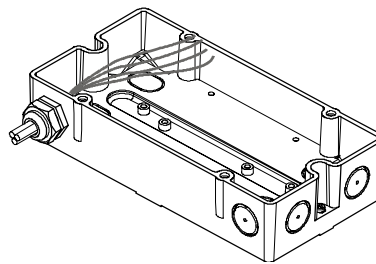

Fig. 4
4. Secure the M20 x 1.5 cable glands on the housing and guide in the cables (Fig. 4).
- Befestigen Sie die Kabelverschraubungen M20 x 1,5 am Gehäuse und führen Sie die Kabel ein (Fig. 4).